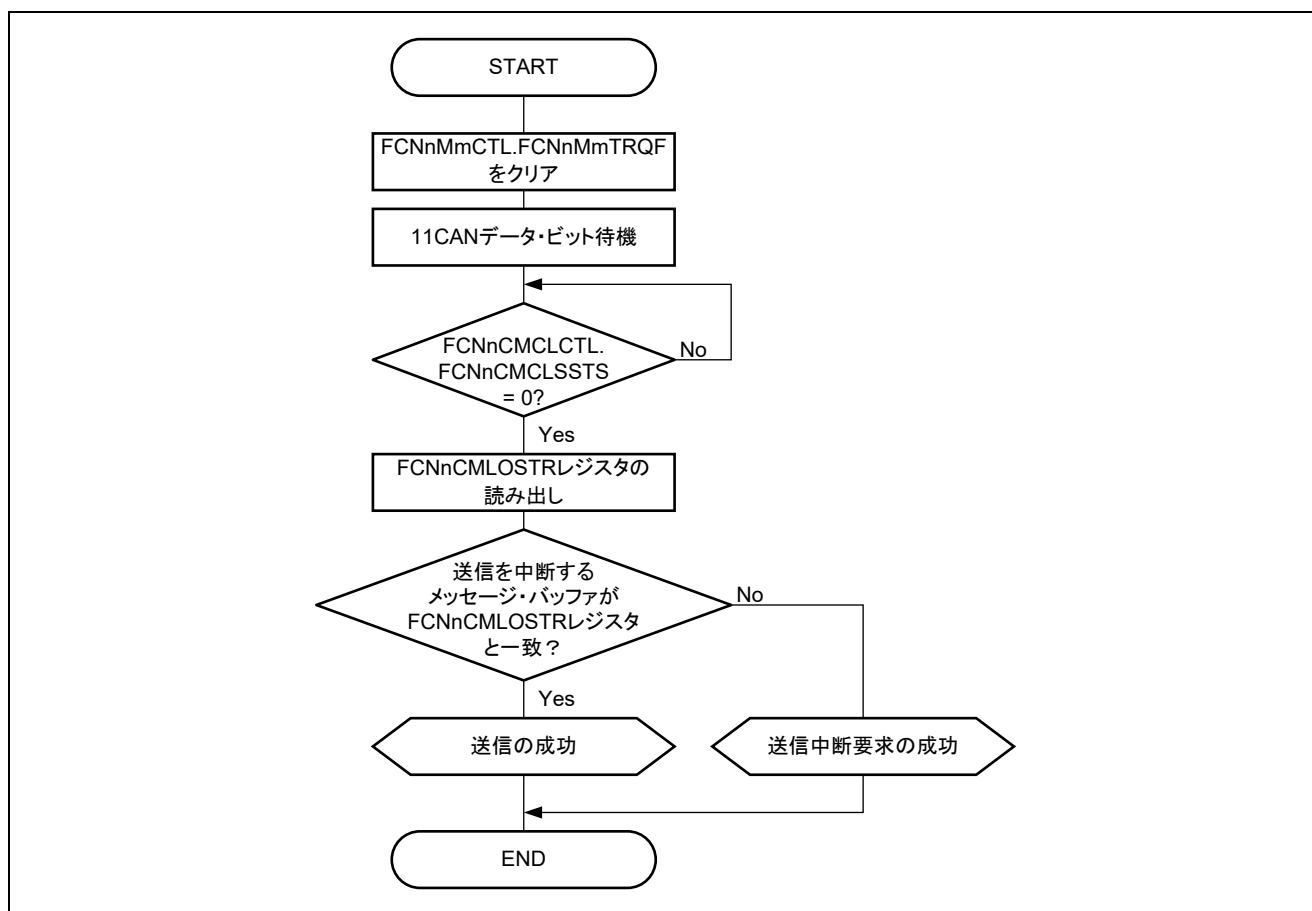
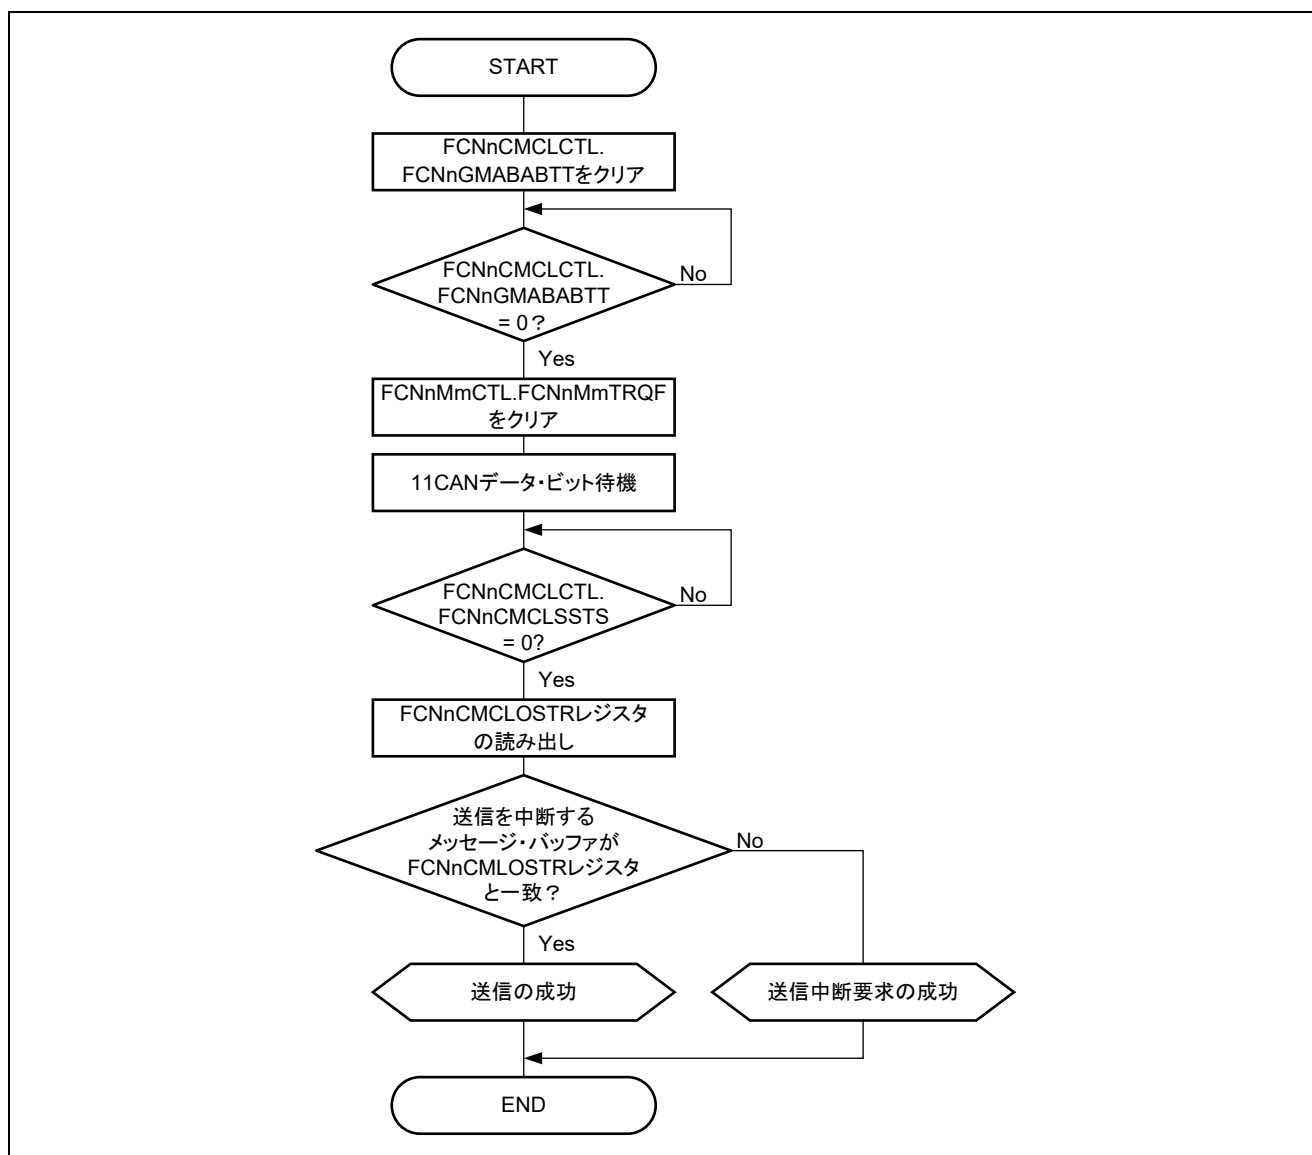

図25.24 送信中断処理 (ABT 付き通常動作モードの実行中を除く)
図25.25 送信中断処理 (ABT 付き通常動作モードの実行中) — 中断されたメッセージの再送信オプション
- ・ 動作モード中に図25.24「送信中断処理 (ABT付き通常動作モードの実行中を除く)」の送信中断処理に従った全ての送信要求クリア後の初期化モード状態時 (ABT 付き通常動作モード中は図25.25「送信中断処理 (ABT付き通常動作モードの実行中) — 中断されたメッセージの再送信オプション」の送信中断処理に従って全ての送信要求をクリアしてください。)
2. FCN スリープ・モード/FCN ストップ・モードへの移行要求は、図25.26「ABT送信要求中断処理（ABT 付き通常動作モードの実行中）（1）」または、図25.27「ABT送信要求中断処理（ABT付き通常動作モードの実行中）（2）」の手順に従って FCNnGMABCTL.FCNnGMABABTT をクリアしたあと（ABT モードを中断したあと）で発行してください。ABT 領域以外の領域で送信要求をクリアする場合は、図25.24「送信中断処理（ABT付き通常動作モードの実行中を除く）」の手順に従ってください。
2. FCN スリープ・モード／FCN ストップ・モードへの移行要求は、図25.26「ABT送信要求中断処理（ABT 付き通常動作モードの実行中）（1）」または、図25.27「ABT送信要求中断処理（ABT付き通常動作モードの実行中）（2）」の手順に従って FCNnGMABCTL.FCNnGMABABTT をクリアしたあと（ABT モードを中断したあと）で発行してください。ABT 領域以外の領域で送信要求をクリアする場合は、図25.24「送信中断処理（ABT付き通常動作モードの実行中を除く）」の手順に従ってください。